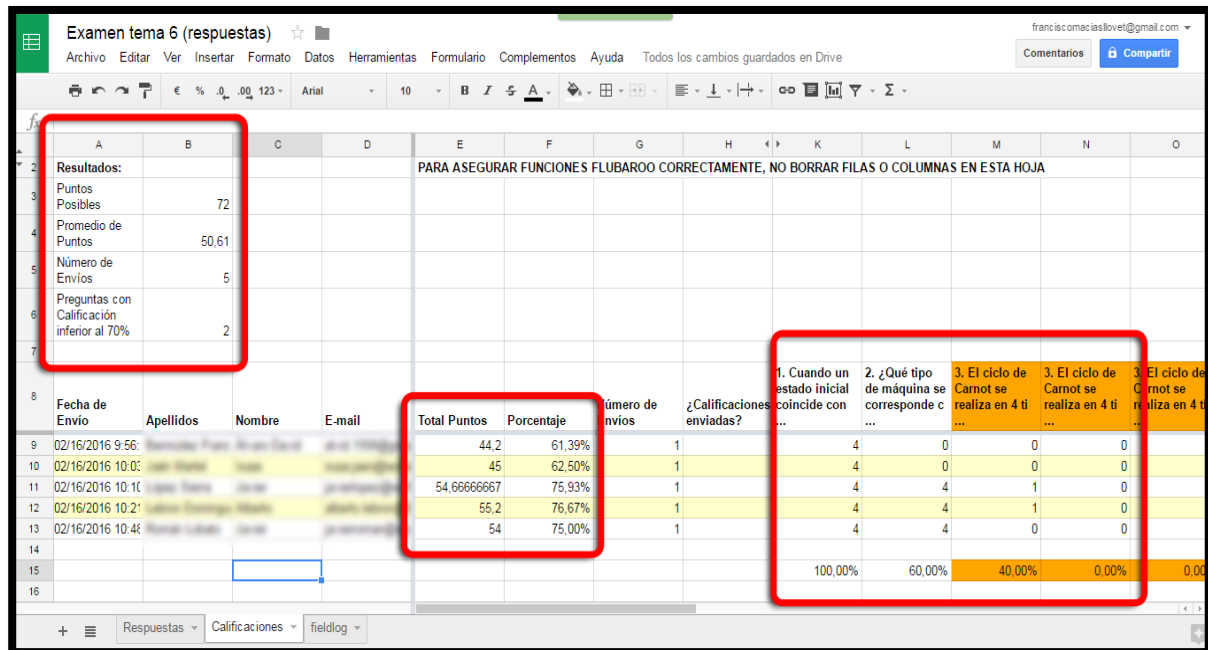

Figura 16. Noveno paso (d). Elaboración propia.
Paso 9d: Dentro de la hoja de cálculo de respuestas se generará una nueva pestaña de calificaciones (Figura 16), la cual nos muestra entre otras cosas: el resumen de los resultados, el porcentaje individual de aciertos (es decir, la nota individual de cada alumno) y el desglose de las preguntas del examen/cuestionario con sus respectivas contestaciones (el programa nos marca en naranja las